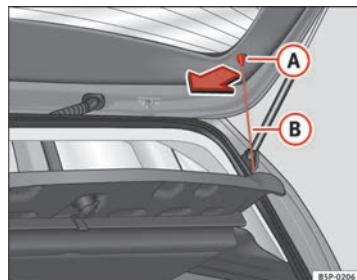

Fig. 122 Plage arrière
- Décrochez les tirants → fig. 122 B de leurs logements A.